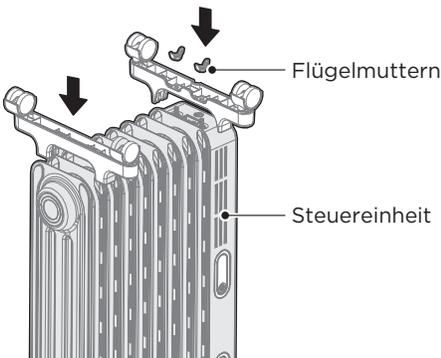

Abbildung 2
- 2 Drehen Sie die Heizung zunächst wie in Abbildung 2 und 3 dargestellt auf den Kopf, so dass die Unterseite nach oben zeigt. Richten Sie dann die beiden runden Befestigungslöcher eines Fußes mit den Schrauben an der Unterseite der Steuereinheit aus und setzen den Fuß auf das Gerät. Entfernen Sie das blaue Klebeband von den FüÙen und befestigen Sie den Fuß mit den Flügelmuttern am Gerät. Befestigen Sie dann wie dargestellt den anderen Fuß in der ersten Wärmesenke.